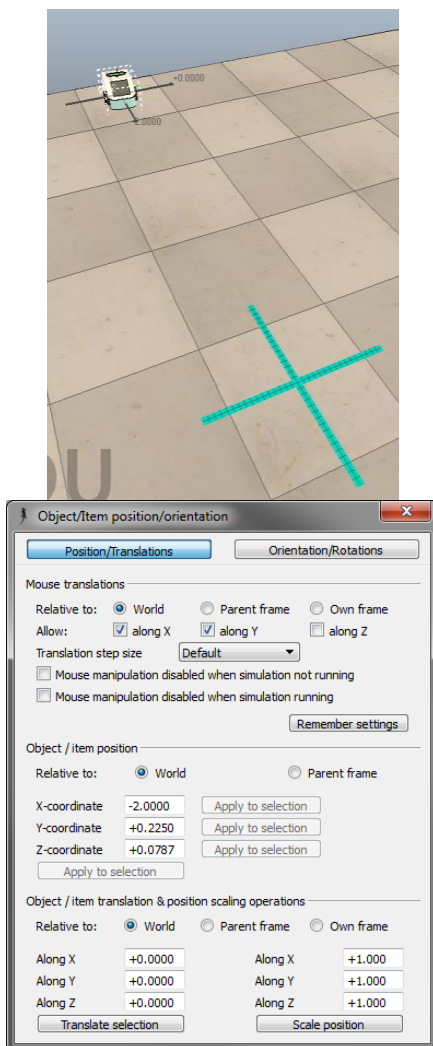

Рисунок 10 – Перемещение модели с помощью мыши (слева) и с помощью диалогового окна позиции/перемещения (справа)
9. Переместить модель робота к краю сцены так, что бы модель была направлена в центр. Модель робота можно переместить либо с помощь мыши, либо указав в диалоговом окне позиции/перемещения объекта в поле «X-coordinate» значение -2 (рисунок 10).